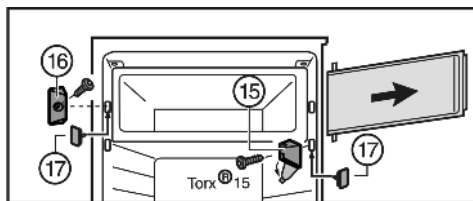

Fig. 6
- ▶ Togliere il coperchio nel blocco di supporto Fig. 6 (15).
- ▶ Svitare il blocco di supporto Fig. 6 (15) con la porta dello scomparto.
- ▶ Svitare Fig. 6 (16) l'elemento di chiusura.
- ▶ Chiudere i fori ora liberi con i tappi Fig. 6 (17) in dotazione.